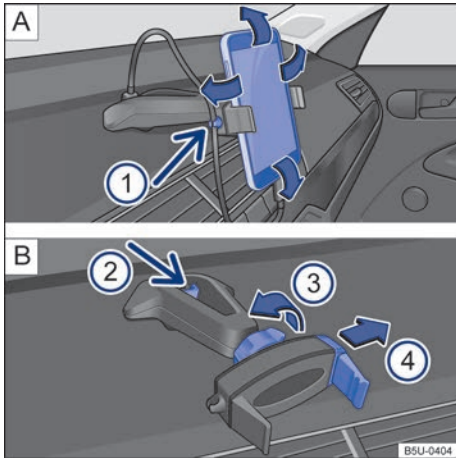

Fig. 189 En la consola central: soporte para smartphone y ajustes.
- Sujetar el soporte con una mano y presionar la tecla de desbloqueo → **fig. 189 B ②** (flecha).
- Con la varilla → **fig. 189 B ④** mover en la dirección de la flecha, e instalar el smartphone en el alojamiento.
- Con la otra mano mover la varilla → **fig. 189 B ④** hasta que se pueda retirar el aparato del alojamiento.
- Colocar el cable USB en la entrada cargador USB del soporte existente en el panel de instrumentos → **fig. 189 A**.
- Sujetar el cable en el soporte → **fig. 189 A ①**.
- Para liberar el movimiento del soporte, girar la traba → **fig. 189 B ③** en la dirección opuesta de la flecha.
- Para fijar la posición, girar la traba en el sentido de la flecha **③** → **fig. 189 B** hasta la fijación completa del soporte.
i El soporte para smartphone tiene una garantía de 3 años, con excepción de la varilla deslizante (garra) → fig. 189 **B** **4** que tiene garantía de 1 año.